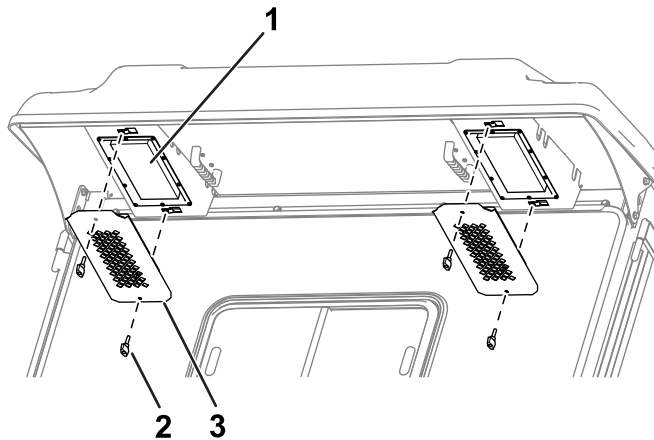

Figura 116
1. Remova os manípulos e grades da parte suspensa traseira da cabina (Figura 116).
4. Utilize os manípulos e grades para instalar os filtros na cabina (Figura 116).